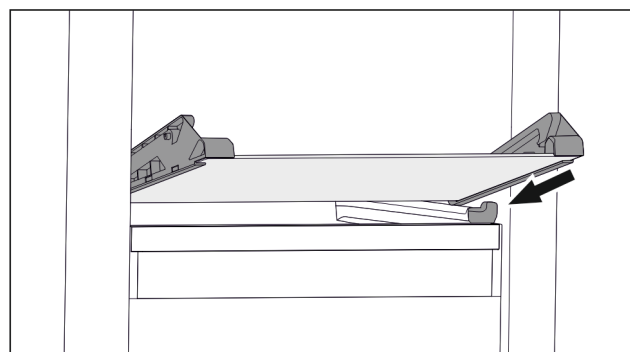

Fig. 132 Glasplatte des abklippbaren Schubfachs
- Glasplatte schräg hinter den Stoppern aufsetzen. (siehe Fig. 132)